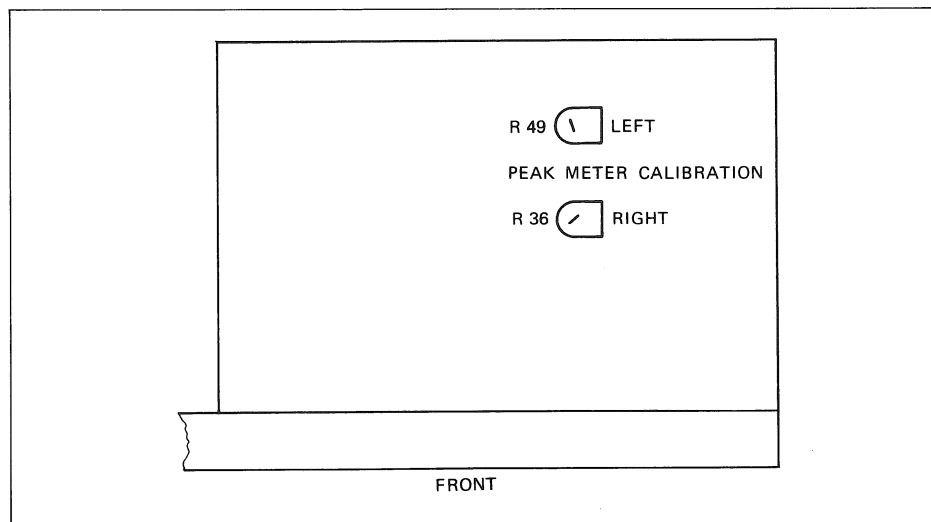

Fig. 5.2
- Trimpmpotentiometer PEAK METER CALIBRATION (Fig. 5.2) für beide Kanäle so einstellen, dass die beiden Segmente links der Dolby-Marke (0 dB) gerade noch aufleuchten.
- Adjust trimmer potentiometer PEAK METER CALIBRATION (Fig. 5.2) of both channels in such a manner that the two segments to the left of the Dolby marker (0 dB) just light up.